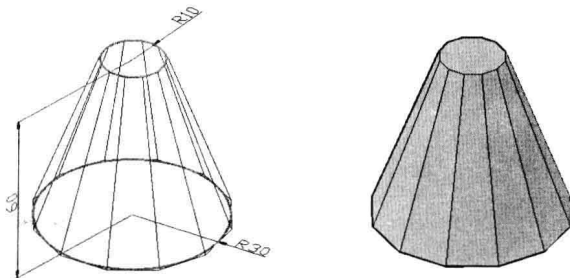

图 8-2-17
(6) 单击“棱锥体”按钮 ▽, 命令行提示“4 个侧面, 外切, 指定底面的中心点或 [边 (E) / 侧面 (S)]”, 输入“s”, 按 Enter 键。
(7) 命令行提示“输入侧面数 <4>”，输入“12”，按 Enter 键。
(8) 命令行提示“指定底面的中心点或 [边 (E) / 侧面(S)]”，单击一点，确定底面中心点。
(9) 命令行提示“指定底面半径或 [内接(I)] <32.4718>”，输入“30”，按 Enter 键。
(10) 命令行提示“指定高度或 [两点 (2P) / 轴端点(A) / 顶面半径 (T)] <78.3167>”，输入“t”，按空格键。
(11) 命令行提示“指定顶面半径 <0.0000>”，输入“10”，按 Enter 键。
(12) 命令行提示“指定高度或 [两点 (2P) / 轴端点 (A)] <100.0000>”，输入“60”，按 Enter 键。
(13) 创建的多边棱台，其顶面逐渐缩小到一个与底面边数相同的平面，效果如图 8-2-17 所示，底面多边形外切于一个虚拟的半径为 30 的圆，顶面多边形外切于虚拟圆的半径为 10。